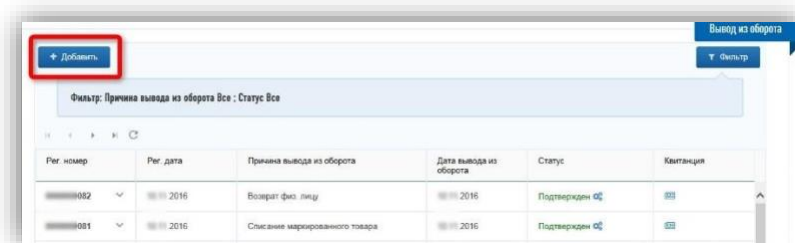

Рисунок 140 – Новый документ
- нажмите кнопку «Добавить» (рис. 140).